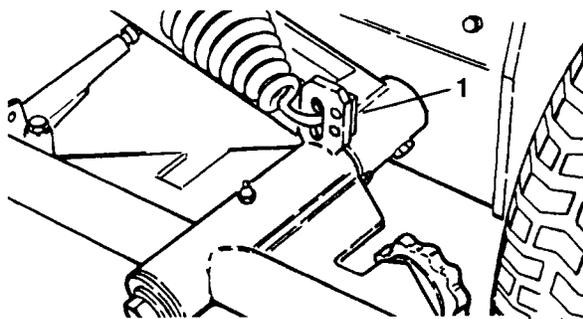

Fig. 49
1. Agganciare un lato della molla nel secondo foro (dal basso) dell'aletta di sollevamento dell'apparato di taglio (Fig. 49).